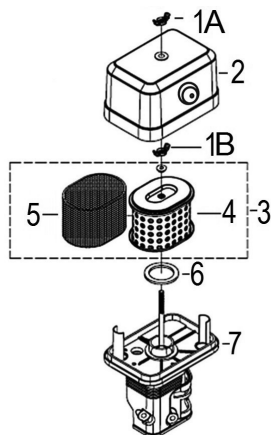

Рис. 21 Обслуживание воздушного фильтра
1. Открутите барашковую гайку 1А и снимите крышку 2 воздушного фильтра (Рис. 21).
2. Открутите барашковую гайку 1В и извлеките из корпуса воздушный фильтр 3 в сборе (Рис. 21).
3. Проверьте целостность и чистоту фильтрующих элементов. Поролоновый (предварительный) фильтрующий элемент 5 установлен на корпусе бумажного фильтрующего элемента 4 (Рис. 21).
4. При незначительном загрязнении промойте поролоновый фильтрующий элемент 5 (Рис. 21) теплым мыльным раствором и просушите. Поврежденный или сильно загрязненный поролоновый фильтрующий элемент замените.
5. Произведите очистку корпуса 7 и крышки 2 воздушного фильтра, не допуская попадания пыли и грязи в воздуховод, ведущий к карбюратору (Рис. 21).
7. Перед установкой воздушного фильтра убедитесь, что уплотнительное кольцо 6 воздушного фильтра находится на месте и не имеет повреждений (Рис. 21).